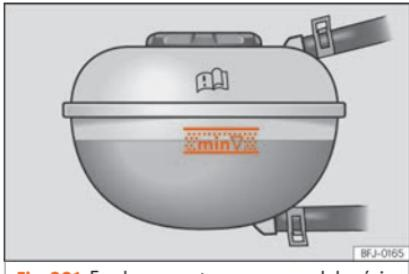

Fig. 201 En el vano motor: marca en el depósito de expansión del líquido refrigerante.
- Lea el nivel del líquido refrigerante en el depósito de expansión del mismo. Con el motor en frío, el nivel de refrigerante debe quedar entre las marcas **»»» fig. 201**. Con el motor caliente, el nivel también puede quedar un poco por encima de la marca superior.